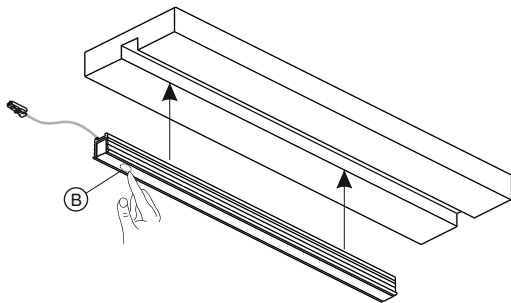

Fig.5
- The device is simply switched on and off by quickly touching its screen, under which the switch (B) is placed, which is always located at the end of the profile (figure 5).
- Das Ein- und Ausschalten der Leuchte erfolgt einfach durch ein schnelles Berühren der Abdeckung, unter dem sich der Schalter (B) befindet, der sich immer am Profilende befindet (Abb. 5)
- La mise en marche et l'arrêt de l'appareil s'effectuent simplement en effleurant l'écran sous lequel est placé l'interrupteur (B) toujours situé à l'extrémité du profilé (fig. 5).